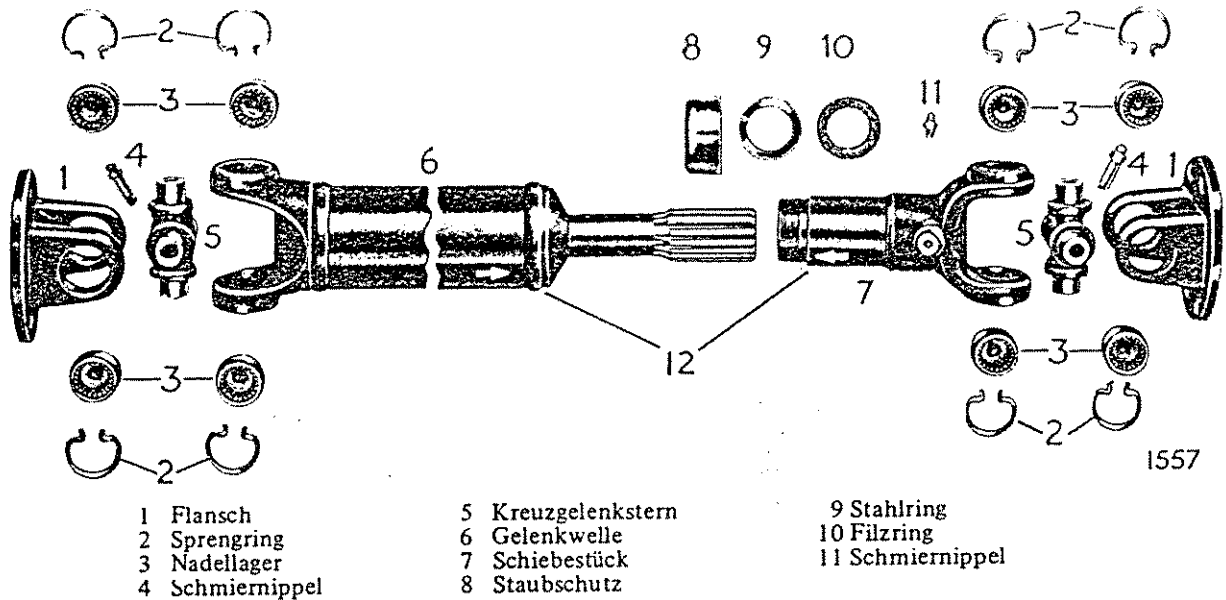

Abb. 1 Teile der Gelenkwelle
Kupplungsgleitscheibe (Abb.1)
Den Kreuzgelenksterne (5) (Abb.1) in die Flanschgabel einsetzen und mit einem weichen Treiber die Nadel-lager in die richtige Stellung schlagen. Den gleichen Vorgang bei den übrigen Lagern wiederholen.